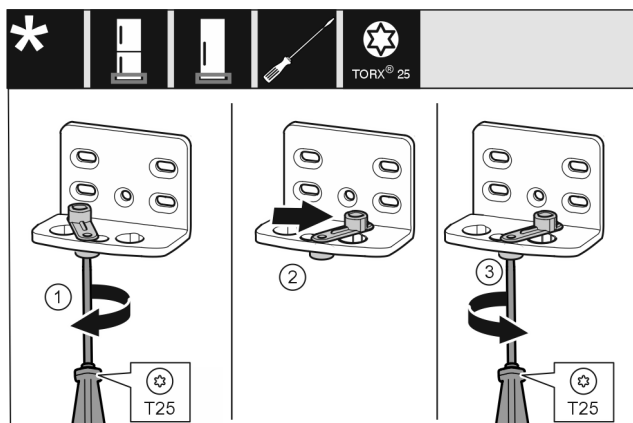

Fig. 17
- Odvijačem labavo uvrnite vijak Fig. 17 (1).
- Podignite pomagalo za zatvaranje vrata Fig. 17 (2) i okrenite ga za 90° nadesno u provrt.
- Odvijačem pritegnite vijak Fig. 17 (3).